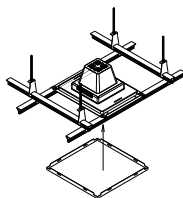

图15
4. 安装完吊顶上所有功能模块后, 进行通电试验, 主机功能运行正常后, 再扣上面板。(图15所示)